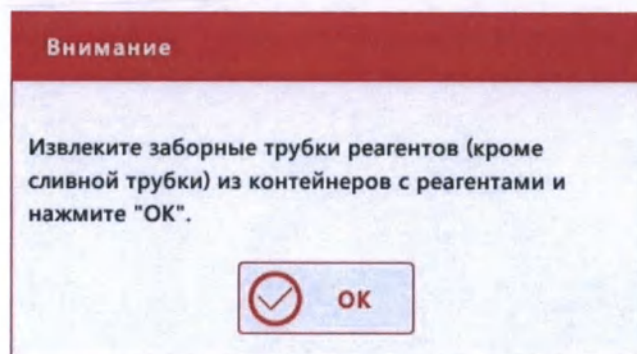

Рис.10.5-12 Информационное окно с описанием первого действия оператора
- 2) Нажмите «Да» для начала выполнения процедуры. Появится информационное окно (Рис.10.5-12):